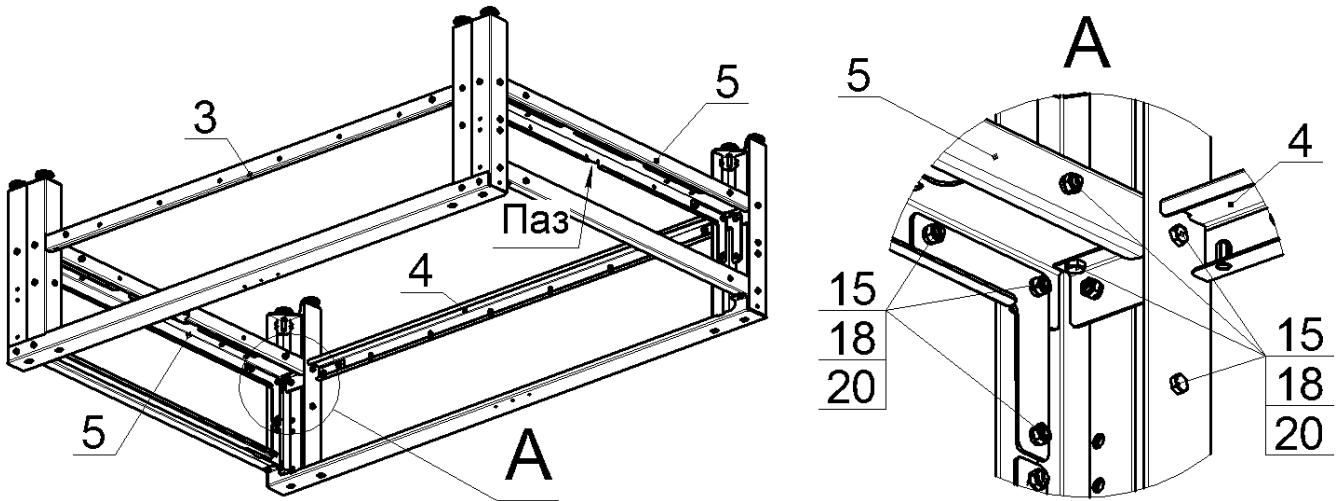

Рис.6
6. На профили лицевой, нижний, поз.3 и профиль задний, нижний, поз.4, положить (пазом внутрь подставки) профили боковые, нижние (937мм), поз.5, в сборе с угольниками и закрепить их на профилях, поз.3, 4 и стойках, поз.8, 9 и 10, болтами М6, гайками и шайбами поз.15, 18 и 20, как показано на рис.6. Гайки не затягивать: